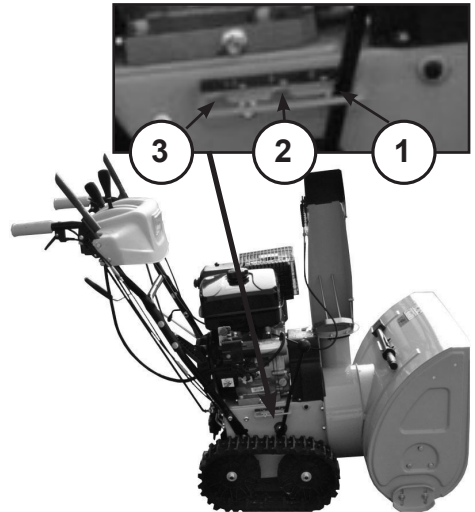

Рис.28
Кроме салазок для регулировки высоты кожуха шнека, снегоотбрасыватель оборудован механизмом установки рабочего положения снегоотбрасывателя, который приводится в действие рычагом (1) Рис.28.